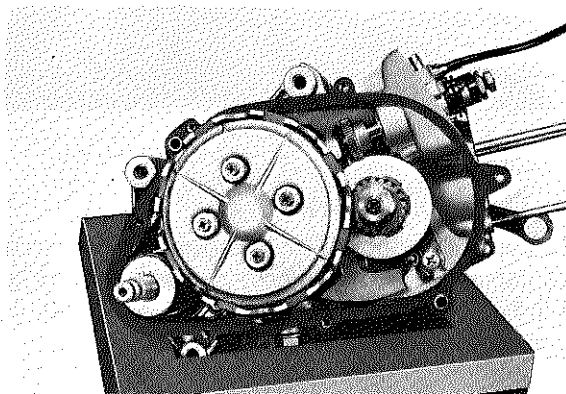

Fig. 3-2-5
1. Remove four clutch spring holding screws, pressure plate, clutch plates, friction plates, push rod 1 and ball. (Fig. 3-2-5)
1. Enlever les quatre vis de fixation des ressorts d'embrayage, le plateau de pression, les disques intérieurs, les disques de friction, le champignon de débrayage et la bille (Fig. 3-2-5).
1. Vier Halteschrauben der Kupplungsfedern, die Druckscheibe, die Kupplungsscheiben, die Reiblamellen, die Schubstange (1) und die Stahlkugel ausbauen. (Fig. 3-2-5)